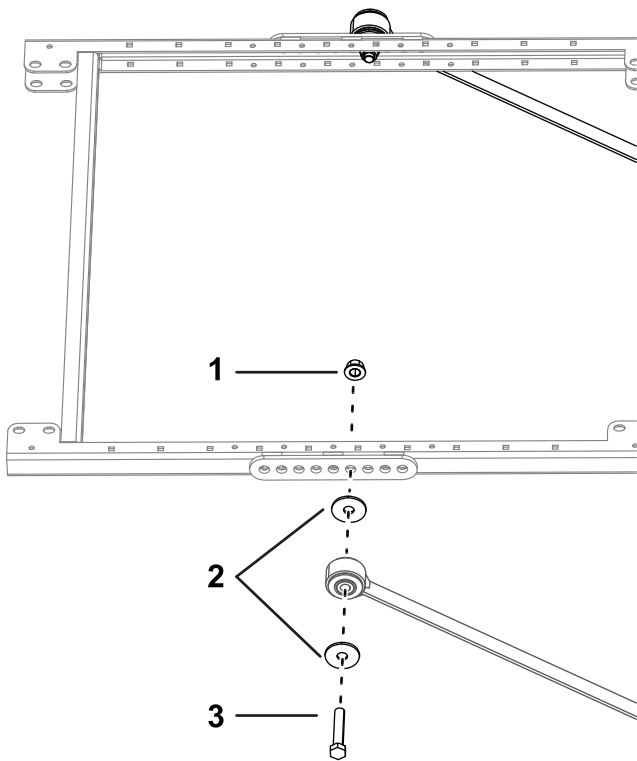

Bild 12
12. Befestigen Sie an jeder Seite des Sonnendachrahmens einen Verlängerungslenker mit zwei Schrauben ($\frac{1}{2}" \times 2\frac{3}{4}"$), zwei große Unterlegscheiben und zwei Bundmutter ($\frac{1}{2}"$) lose im vierten Loch der Strebenbefestigung, wie in Bild 12 abgebildet.